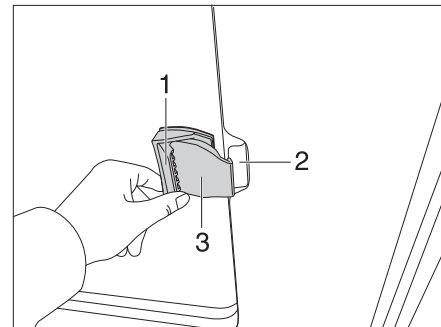

Fig. 55 Ventana corredera sin bloqueo
- Tirar de la trampa de tirador (Fig. 55,1) empujando o tirando del tirador al mismo tiempo hacia delante.